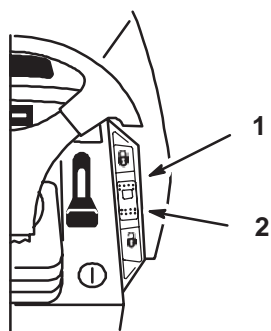

Figure 25
Ce commutateur, situé sur le tableau de bord (Fig. 25), possède trois positions qui assurent les fonctions suivantes : Verrouillé-Prêt (rappelé par ressort), Activé, et Déverrouillé-Désactivé. Le régulateur de vitesse maintient la position de commande de déplacement sans l'aide de la pédale. Il n'est destiné qu'à la conduite en marche avant. N'utilisez pas le régulateur de vitesse en marche arrière.
1. Commencez à conduire le tracteur (voir Marche avant ou arrière, page 23). Appuyez sur la pédale de déplacement sans la relâcher et poussez la commande du régulateur de vitesse (Fig. 25) à la position **Verrouillé-Prêt**.
1. Appuyez sur la pédale de déplacement sans la relâcher et amenez la commande du régulateur de vitesse (Fig. 25) en position **Déverrouillé-Désactivé**.